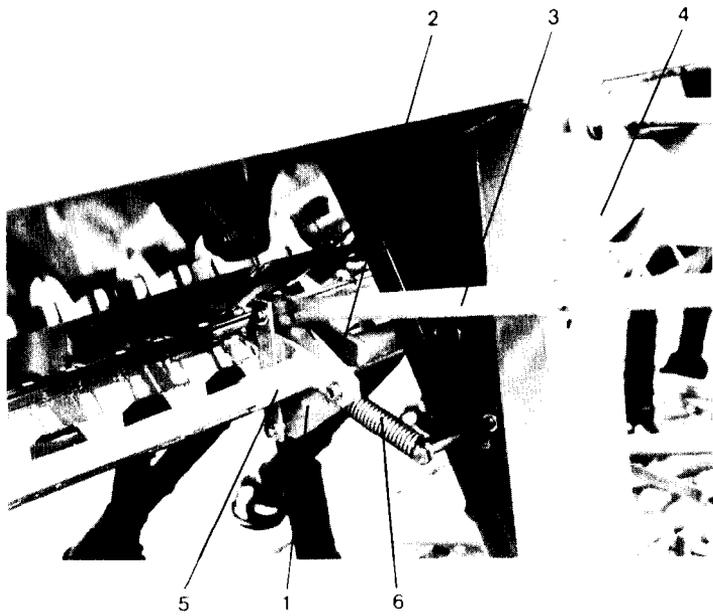
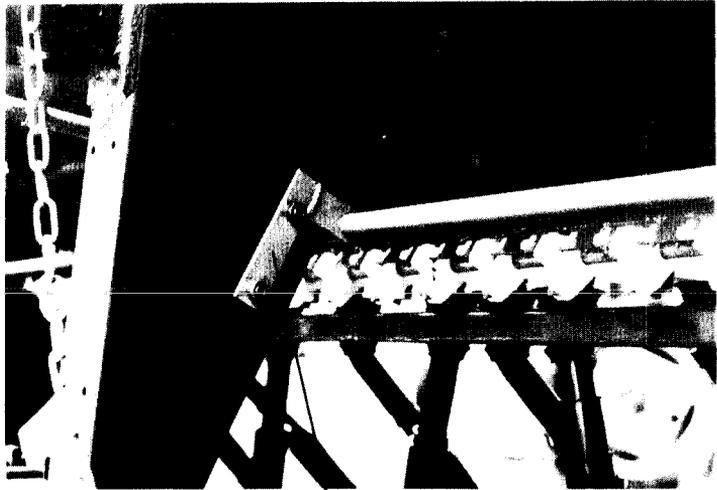

Fig. 40
Fig. 41
4. Mittellager (Fig. 41 / 1) am Rahmenmittelteil mit einer Schraube M 10 x 25 sowie einer Schraube M 10 x 120 gemäß (Fig. 40) und (Fig. 41) anschrauben.
6. Schaltscheibe (Fig. 40 / 1) mit Schaltbügel (Fig. 40 / 2) und Bedienungshebel (Fig. 40 / 3) mit Führung (Fig. 40 / 4) anschrauben.
7. Außenrohr (Fig. 38 / 5) in die Innenrohr (Fig. 38 / 6) einführen. Innenrohr mit Außenrohr in den Schalthebel (Fig. 38 / 3) und die Buchse am Schaltbügel (Fig. 40 / 5) lose einführen.
10. Schrauben am Außenrohr (Fig. 38/7) und der Buchse am Schaltbügel (Fig. 40/5) anziehen
11. Feder (Fig. 40/6) einhängen.
12. Bedienungshebel so weit in Fahrtrichtung nach hinten schieben, daß sich zwischen Feder (Fig. 40/6) und Schaltbügel (Fig. 40/2) ein Winkel von ca.  $15^{\circ}$  bildet.
Die handbetätigte Handgassenschaltung muß nun richtig montiert sein. Dieses ist dann der Fall, wenn der Schaltbügel (Fig. 40/2) jeweils in den Endstellungen des Bedienungshebels durch die Feder gehalten wird und der Absperrschieber in diesen Stellungen ganz geschlossen oder ganz geöffnet ist. Falls der Absperrschieber nicht ganz geschlossen ist, ist die Einstellung des Verbindungsriegels (Fig. 39/4) in dem u-förmigen Schaltbügel (Fig. 39/3) entsprechend zu korrigieren.